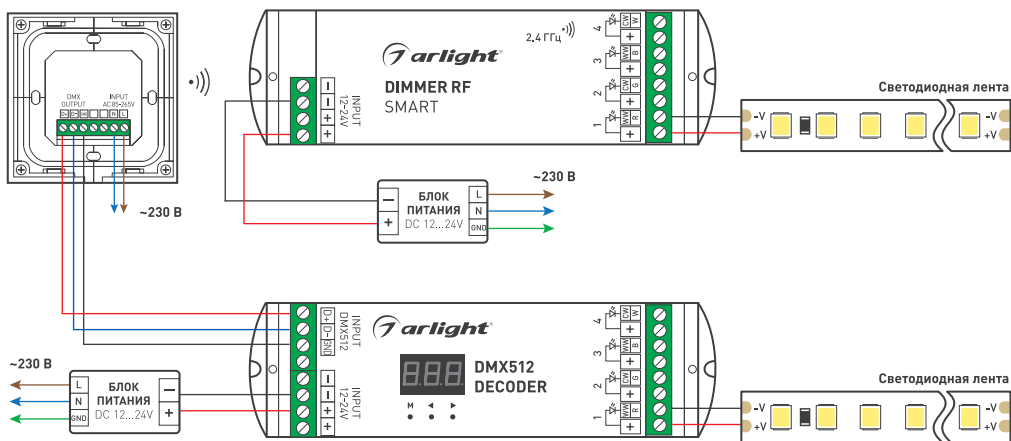

Рисунок 1. Варианты подключения панели Rotary SMART-P97-DIM White
- 3.2. Подключите контроллер согласно схеме (рисунок 1).